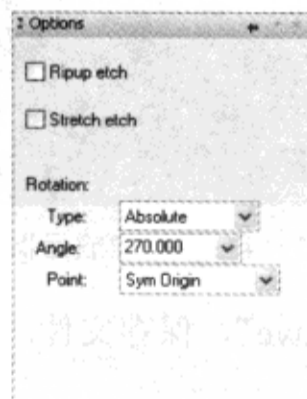

图 2-5-10 设置“Options”标签页参数
(10) 执行菜单命令“Edit”→“Spin”，在控制面板的“Options”标签页进行设置，如图 2-5-10 所示。